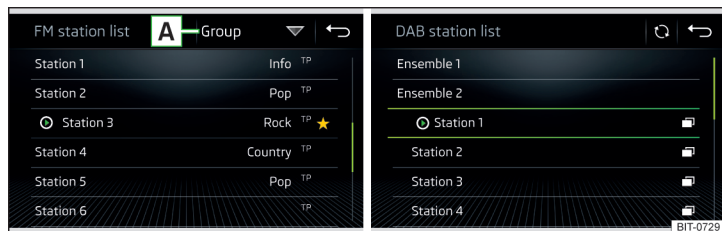

Fig. 135 Exemplu de listă a posturilor de radio FM/DAB disponibile
- ▶ Pentru **sortarea** (FM) posturilor de radio în ordine alfabetică, după grupă sau gen, atingeți suprafața de comandă funcții [A] » fig. 135 » !.
- ▶ Pentru **filtrarea** posturilor în funcție de tipul programului (de ex. cultural, muzical, sportiv etc.), atingeți în lista de posturi FM (cu funcția RDS activată) și în lista de posturi DAB (la selectarea sortării alfabetică a listei de posturi) suprafața de comandă funcții [A] » fig. 135.
În benzile de frecvențe AM și DAB, actualizarea se face manual, prin atingerea suprafeței de comandă funcții ☰ » fig. 135.